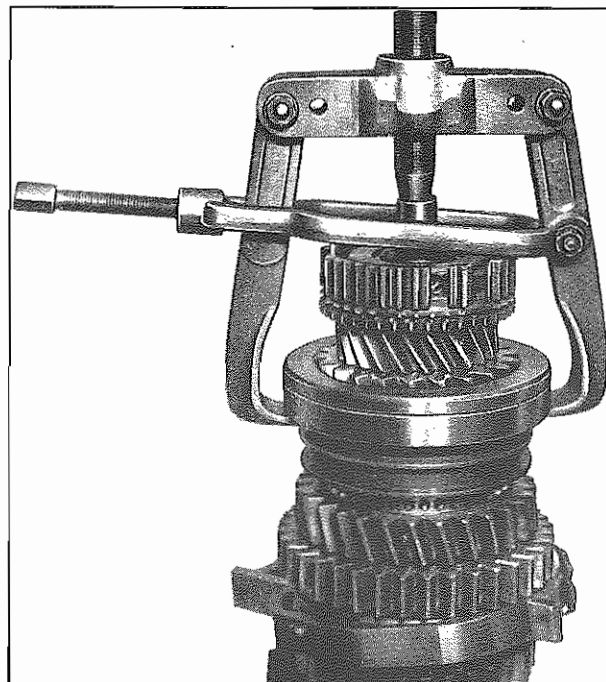

Fig. 18 - Ingranaggio della 3a marcia
- Applicare l'estrattore n. 8 all'ingranaggio della 3a marcia **(413)** **(Fig. 18)**. Con un normale estrattore si possono ora togliere gli ingranaggi della 3a, 4a e 5a marcia ed il mozzo sincronizzatore. Togliere la gabbia a rullini **(414)**.
- Position puller 8. against 3rd gear wheel **(413)** **(Fig. 18)**. Now, a conventional puller can be used to pull off the 3rd, 4th or 5th gear wheel, as well as the synchronizer. Remove needle cage **(414)**.